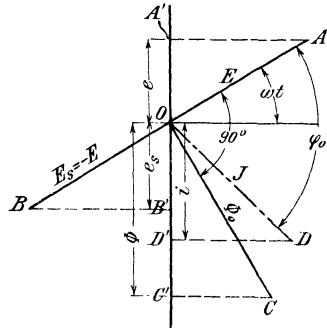
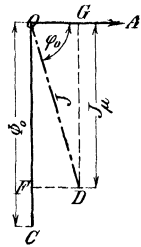

Fig. 108.
Fig. 109.
Stellt man e und Φ als die Projektionen von Vektorgrößen dar, so ergibt sich das in Fig. 108 dargestellte Diagramm, aus dem das Gesetz (29) folgt:
Dreht man in Fig. 108 den Vektor Φ_0 vertikal nach unten, so ist in diesem Augenblick $\Phi = \Phi_0$, während der Strom, der diese Kraftlinienzahl erzeugt, den Wert $\overline{OF} = J \cos(90 - \varphi_0) = J \sin \varphi_0$ besitzt (Fig. 109).